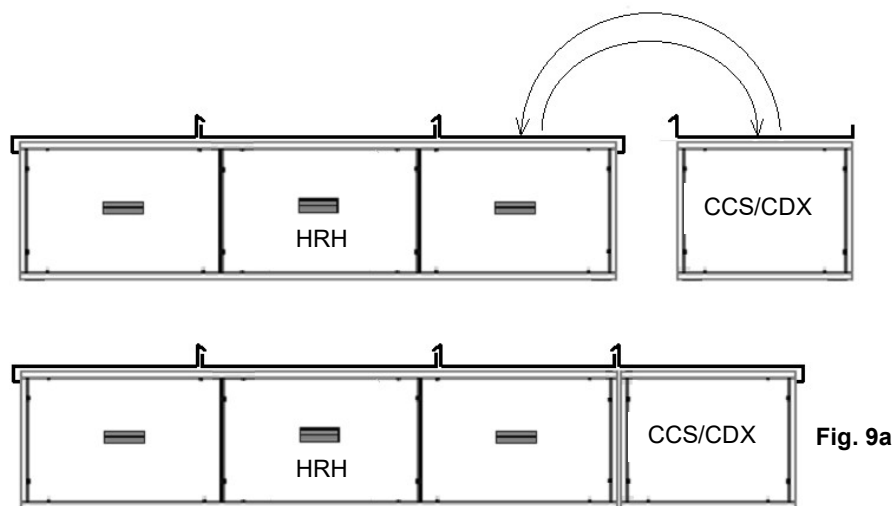

Fig. 9a
- W przypadku sekcji zewnętrznych CCS / CDX zarówno w wersji poziomej, jak i pionowej dostarczana jest pokrywa dachowa, którą należy połączyć z urządzeniem zgodnie z instrukcją (**fig. 9a**).